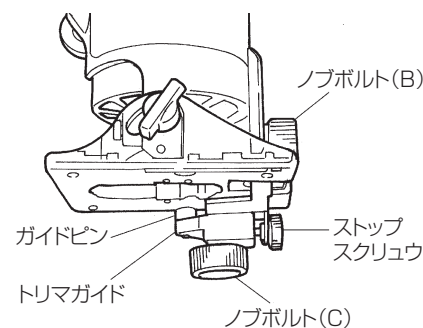

図 12
- (1) トリマガイドをノブボルト (B) によりベースに取付けます。(図 12)
- (2) トリマガイドの上下調節はノブボルト (B) をゆるめて移動します。
- (3) ガイドピンの調整はノブボルト (C) をゆるめ、ストップスクリューを回転させて行います。(図 12)